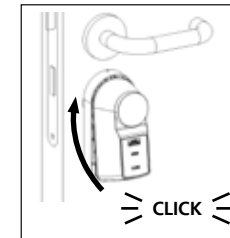

Abb. 3
- 9 Setzen Sie die Motoreinheit durch eine leichte vertikale Kippneigung in die Rückenschale ein. Haken Sie hierzu zunächst an der oberen Kante der Rückenschale ein und schieben unten durch leichtes Drücken in Richtung Tür nach (Abb. 3).